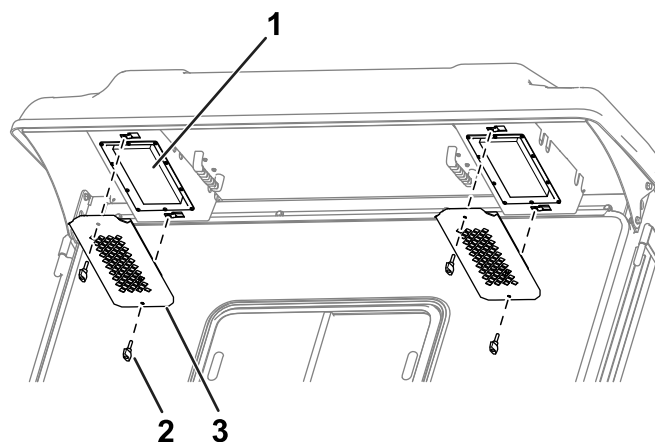

Figura 88
1. Rimuovete i pomelli e le griglie dalla sporgenza posteriore della cabina (Figura 88).
4. Utilizzate i pomelli e le griglie per montare i filtri nella cabina (Figura 88).